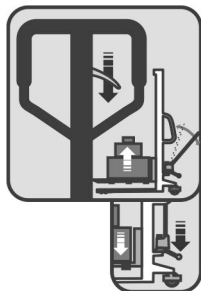

Fig. 3 – Posicionando a alavanca para baixo
- a. Posicione a alavanca para baixo e movimente o cabo ou acione o pedal para elevar a carga (fig. 3).